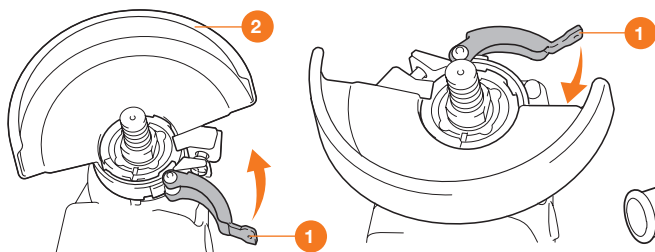

Рис. 4
- Откройте зажимной рычаг ① защитного кожуха ② (Рис. 4).